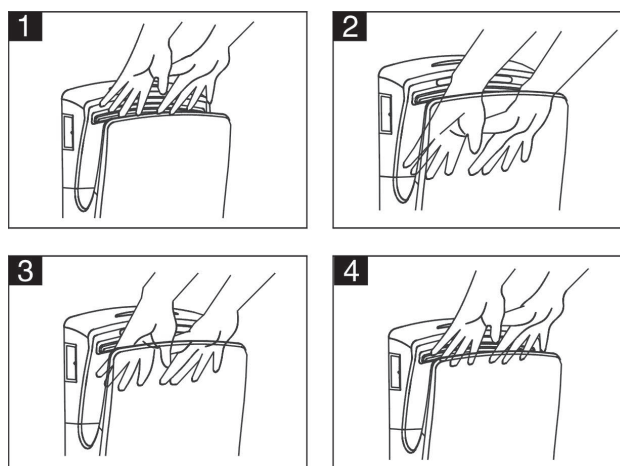

fig.6
- Metti le mani nell'apertura (vedere fig.6).